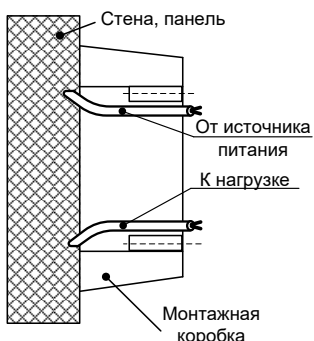

Рисунок 9.
2.3.1 На стену или панель оборудования устанавливается монтажная коробка, в нее вводятся кабели от источника питания (например, электрощита) и от нагрузки (см.рис.9).